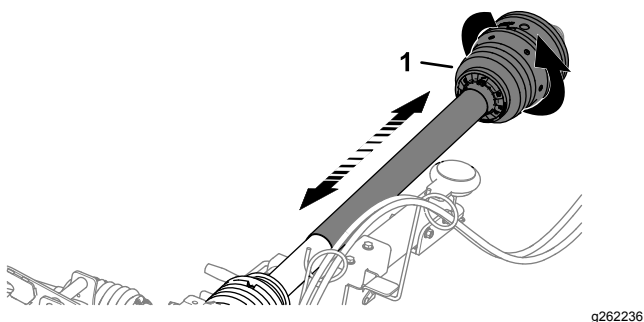

Figura 16
2. Rode a metade dianteira do resguardo do eixo da tomada de força uma rotação completa (Figura 16).
3. Mova a metade dianteira do resguardo do eixo da tomada de força junta e separadamente para assegurar que encaixam livremente (Figura 16).